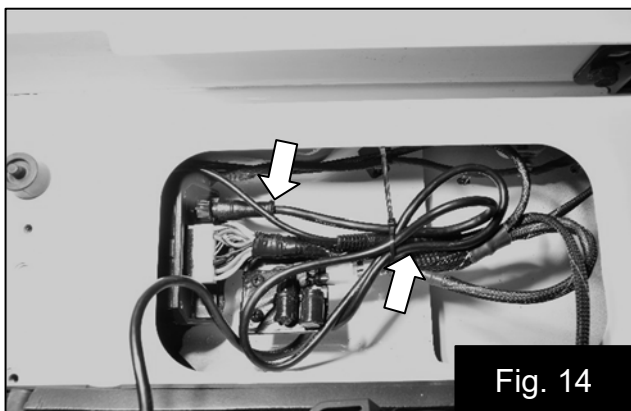

Fig. 14
17. Connectez le contrôleur à l'amplificateur et fixez en tournant l'anneau de verrouillage dans le sens horaire au doigt. Fixez avec des serre-câbles Fig. 14
18. Connectez la prise de 1/8 pouce à l'amplificateur. Fixez avec des serre-câbles Fig. 14